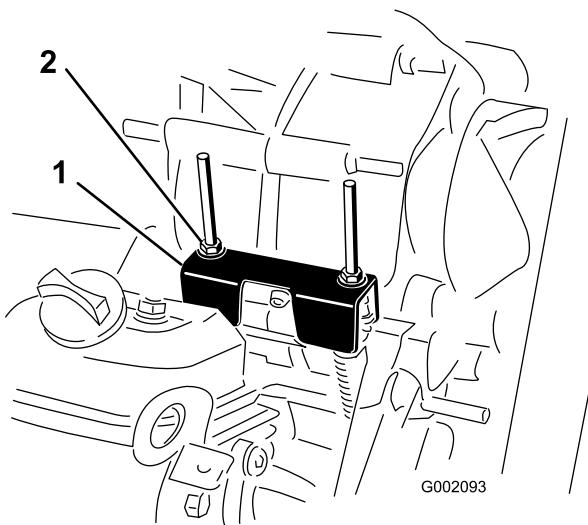

Figura 58
Durante l'esecuzione della manutenzione ordinaria e/o della diagnostica del motore, portate il transaxle in folle (Figura 58). Il veicolo è provvisto della posizione di folle sulla leva del cambio, che comanda la posizione di folle sul transaxle. Per accertarvi che la leva del cambio in folle agisca correttamente sulla posizione di folle del transaxle, osservate i punti sotto indicati.
2. Assicuratevi che la staffa di folle sia in posizione di folle (a livello della staffa di montaggio per cavo che si trova sotto la staffa del cambio) girando la frizione della trasmissione (Figura 58).
3. Ruotate uno dei dadi di bloccaggio (Figura 58) per ottenere una distanza di 0,76–1,52 mm tra la base del dado/della rondella e la staffa di folle.